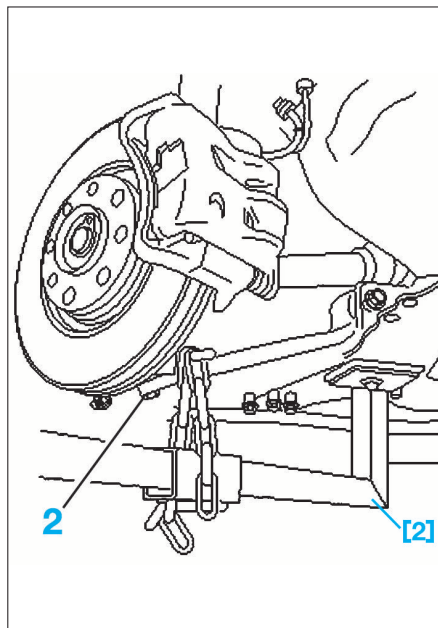

FIG. 5
- Déposer l'écrou (2) (Fig.5).